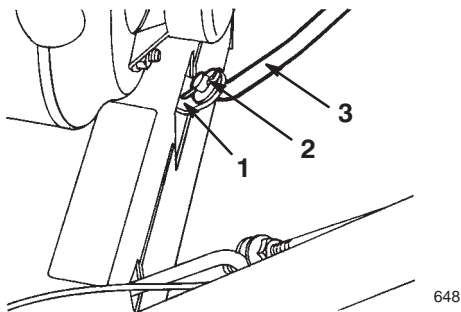

Bild 5
1. Ziehen Sie den Schalthebelarm (Bild 5) ganz heraus.
3. Bauen Sie die Schalthebelstange im Schalthebelarm ein, bringen Sie eine Unterlegscheibe an der Stange an und sichern diese mit einem Splint ab (Bild 5).